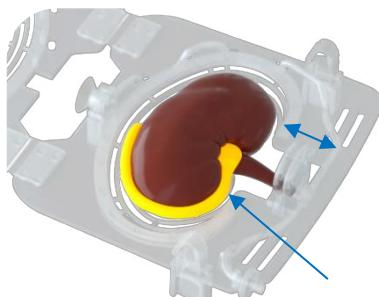

Figure 18 : Positionnement de l'urètre
- Placez le rein sur le filet souple du porte-rein (figure 8, élément 6). Poussez le porte-patch avec l'artère rénale dans la cassette du porte-rein (figure 8, élément 4). Déplacez la cassette pour définir la longueur correcte de l'artère rénale. Voir figure 18. Assurez-vous que l'artère n'est pas pliée ni tordue, ce qui pourrait provoquer un manque de perfusion.
- Guidez l'urètre autour du rein dans le porte-rein (voir figure 18) et assurez-vous qu'il n'est pas plié ni tordu.